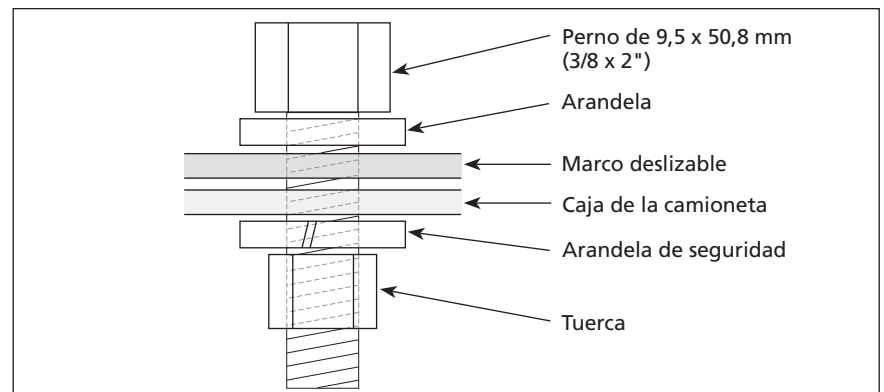

Figura 1 - Una con pernos el marco deslizable a la caja de la camioneta
- ▲ Se sugiere (aunque no es necesario) unir con pernos el marco deslizable a la caja de la camioneta. Los miembros cruzados del marco han sido perforados previamente para permitir su completa unión con pernos. Utilice sujetadores de acero inoxidable Grado 8 (no se incluyen). Vea la figura 1.